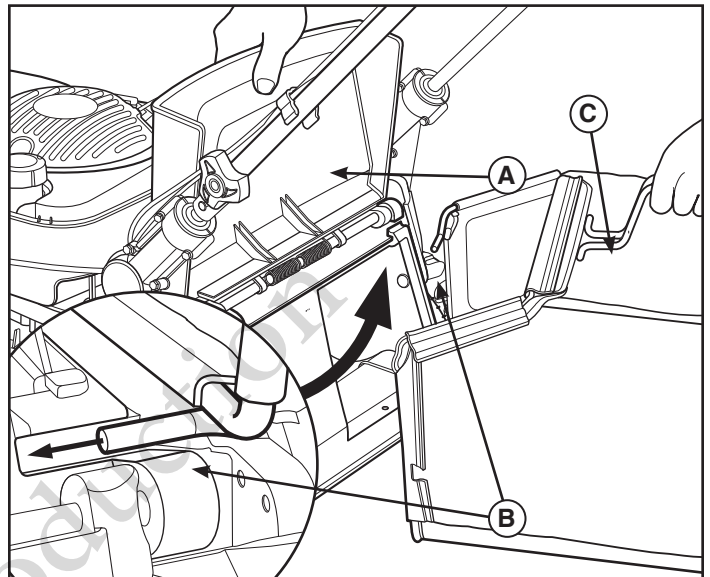

Figura 9
2. Per installare il raccogliërba, sollevare il portello (**A**, Figura 9) sul retro della controcassa della falciatrice.